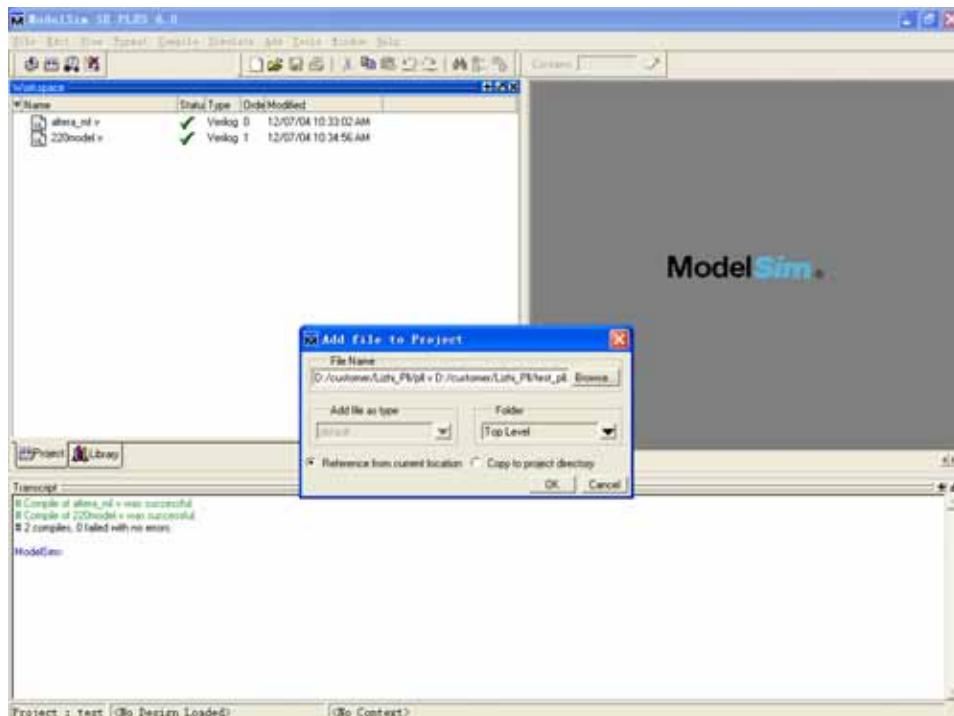

图 8 Add File to the project
8. 单击 File Name 右边的 Browse,导入 PLL.V 和 Test_Pl.I.V 两个文件.按 OK 确定.如图 8 Add File to the project.